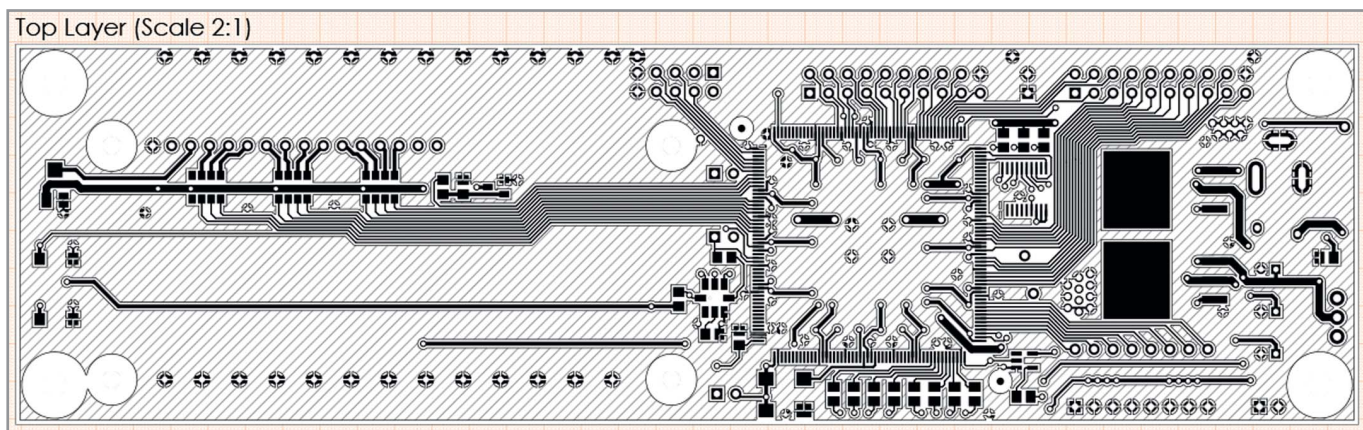

Рис. 4. Вид слоя платы
2. Виды слоёв платы (Fabrication View) (см. рис. 4). Кроме стандартных настроек положения вида, его масштаба и заголовка, окно свойств позволяет задать настройки отображения послойного вида: